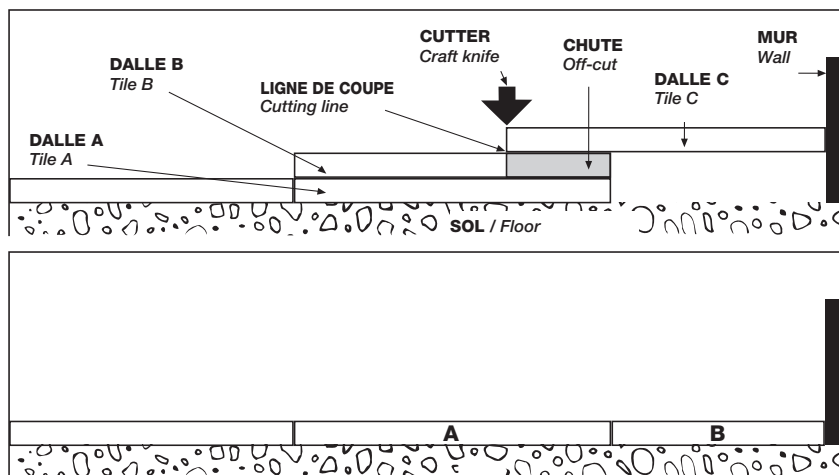

Figure 2
- La coupe des dalles (Voir Figure 2) :
- Cut the tiles (see figure 2):